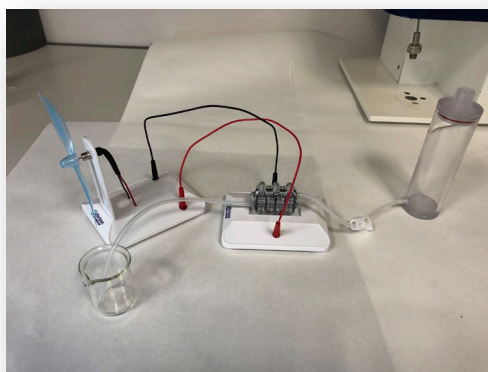

Figura 2. Estado del montaje previo a soltar la pinza
- 3) En este punto, es muy importante pasar el tubo por la pinza y CERRAR LA PINZA. De esta forma evitamos que cuando carguemos el tanque, la solución fluya por la parte inferior del mismo y se vacíe. Esta situación del montaje se corresponde con la figura 2.